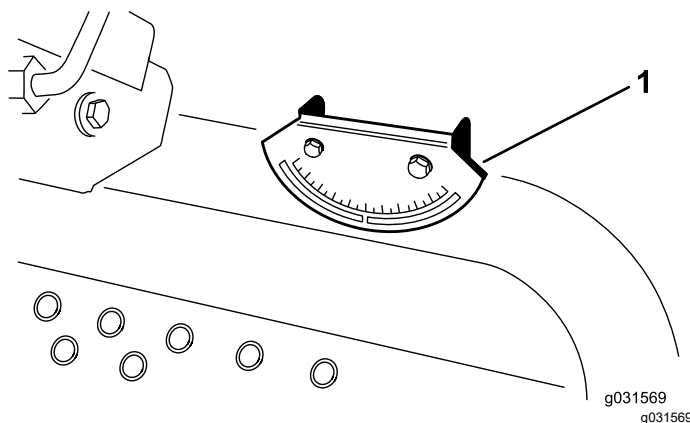

Figura 4
**Nota:** O indicador de ângulo, montado na máquina, deve marcar também 0° (Figura 4).